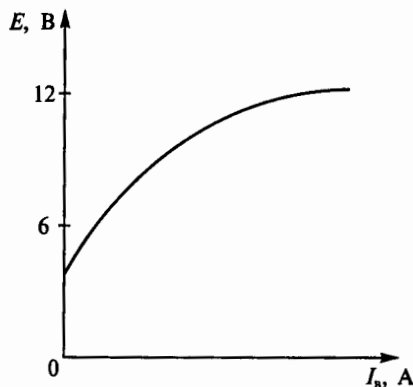

Рис. 241
**10.27.** На рис. 241 приведена характеристика холостого хода генератора постоянного тока. Какой будет ЭДС остаточного намагничивания?
**10.28.** Используя график на рис. 241, найти примерное номинальное напряжение генератора.